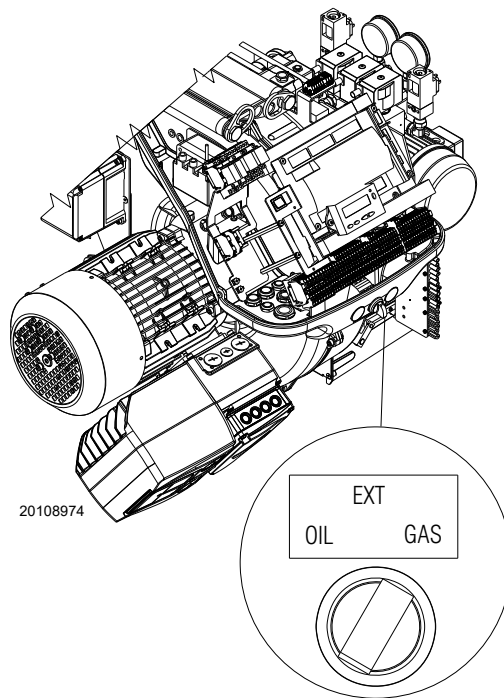

Рис. 39
- 1 с помощью переключателя **OIL-EXT-GAS** (Рис. 39);